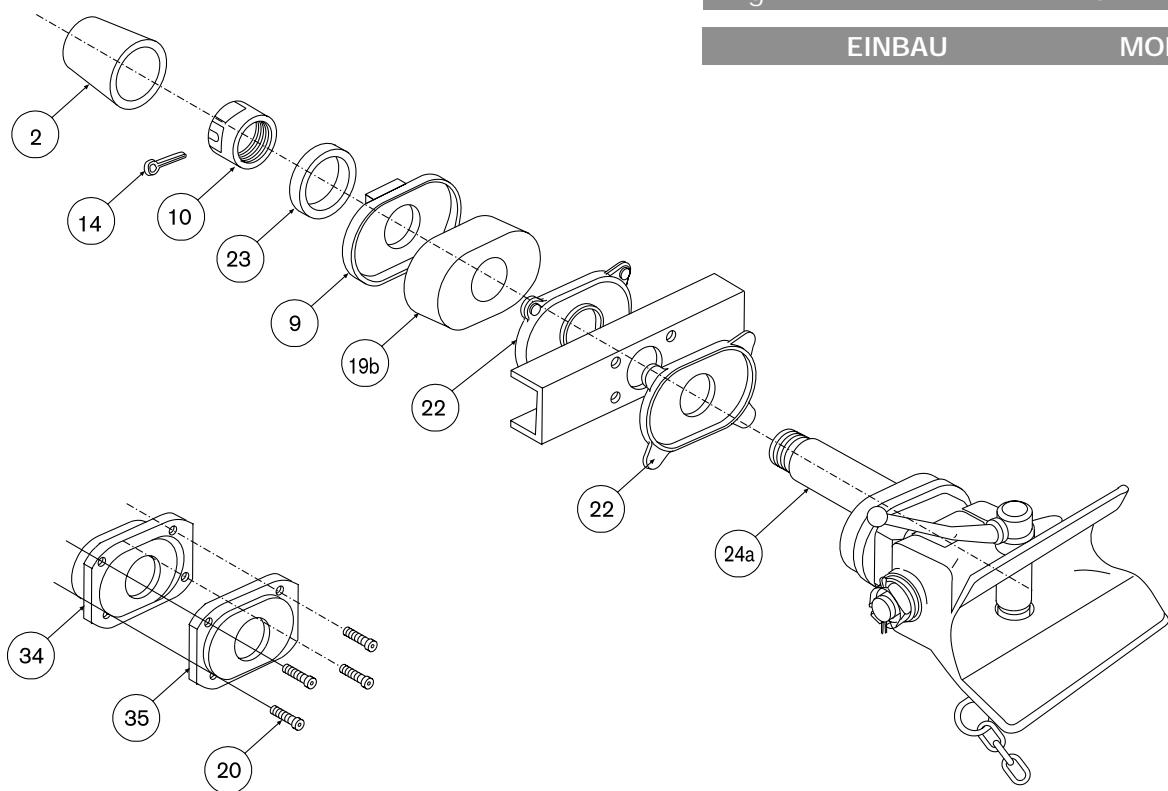

Fig. 2
## UTILISATION - FIG. 2
- 1) Actionner le dispositif de sécurité (15) en tirant la poignée vers l'extérieur et le tourner; le pivot d'attelage (16) est débloqué. Fig.2 détail A.
Désenfiler le pivot d'attelage (16) vers le haut jusqu'à ce qu'il se bloque. Fig.2, détail B.
- 2) Faire lentement marche arrière avec le véhicule tracteur jusqu'à ce que l'anneau du timon soit entièrement rentré dans le pavillon; baisser manuellement le pivot d'attelage (16). Fig.2, détail C.
**Contrôler que le dispositif de sécurité (15) s'est régulièrement enclenché et qu'il empêche le désenfilage du pivot d'attelage (16).**